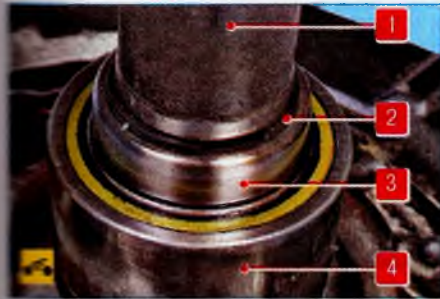

Рис. 6.10. Расположение сальника полуоси заднего моста: 1 – вал полуоси; 2 – стопорное кольцо; 3 – сальник полуоси; 4 – подшипник
4. Подденьте отверткой и снимите сальник полуоси (рис. 6.10).